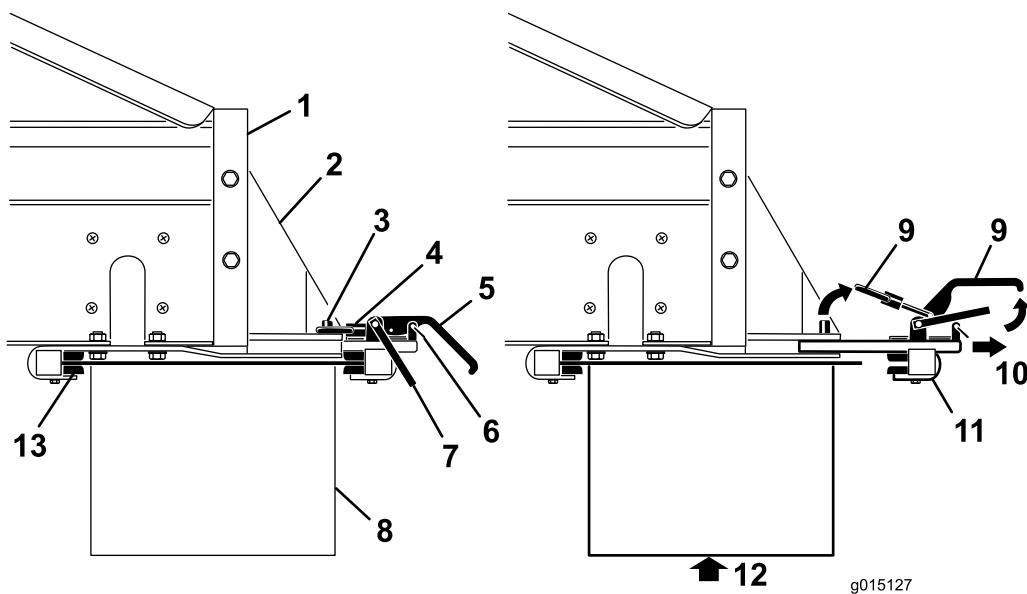

Figura 2
5. Sostenete lo spargitore doppio, facendo scorrere contemporaneamente il gruppo di attacco posteriore dell'accessorio nelle fessure delle staffe, sulla parte posteriore (Figura 2).
7. Rimontate le clip dei fermi di sicurezza sulle maniglie di attacco (Figura 2).
1. Rimuovete le clip dei fermi di sicurezza dalle maniglie di attacco (Figura 2).
2. Sollevate il fermo di sicurezza, poi le maniglie di attacco dell'accessorio e liberate gli anelli di bloccaggio dai perni di bloccaggio (Figura 2).
3. Estraete il gruppo di attacco posteriore dell'accessorio dalle fessure di attacco rapido (Figura 2).
4. Con l'aiuto di una persona, inserite il bordo anteriore dello spargitore doppio sopra e sotto la parte posteriore dell'MH-400 nei morsetti anteriori sulle staffe (Figura 2).